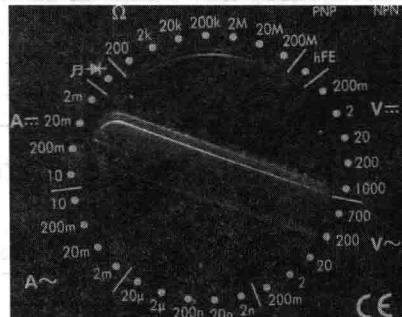

图 1-15 直流电流档位
1) 测量直流电流时, 红表笔置于“A”插孔, 拨盘开关选择直流电压档位, 如图 1-15 所示。直流电压测试量程共分为四个档位, 即 2mA、20mA、200mA 和 10A。其中, 测量 10A 档位要配合表笔在最左侧“10A”红插孔一起使用。在无法预测电流值时, 可先选择最大量程, 后根据测试情况调整量程进行准确测试。